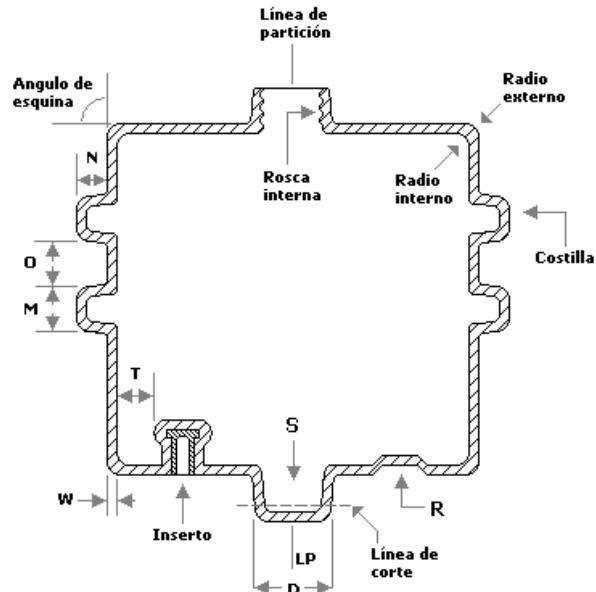

Figura 2. Detalles de diseño en piezas huecas rotomoldeadas.
- El ancho de la costilla hueca (M, figura 2) debería ser, al menos, 5 veces el espesor de pared (W), ($M \geq 5W$) y la altura (N) de, al menos, 4 veces el espesor de pared, ($N \geq 4W$) [1,3].
- El espacio entre costillas (O, figura 2) no debe ser menor a 3 veces el espesor de pared ($O \geq 3W$), siendo mejor un espacio de 5 veces W [1].
- Se debe asegurar un espaciamiento adecuado entre el inserto y cualquier otra superficie, para prevenir la formación de puentes del material en polvo. La distancia entre una superficie de la pieza y la que contiene el inserto debe ser, al menos, 4 veces el espesor de pared [2] (T, Figura 2).
- Las indentaciones de rebaje y la línea de partición deberían colocarse en el mismo plano, las primeras en dirección paralela a la segunda [1] (en la figura 2, R es un rebaje).
- Se pueden fabricar realces, moldeando un cilindro, cuya punta se corta al final para dejar una abertura [1] (S en la Figura 2).